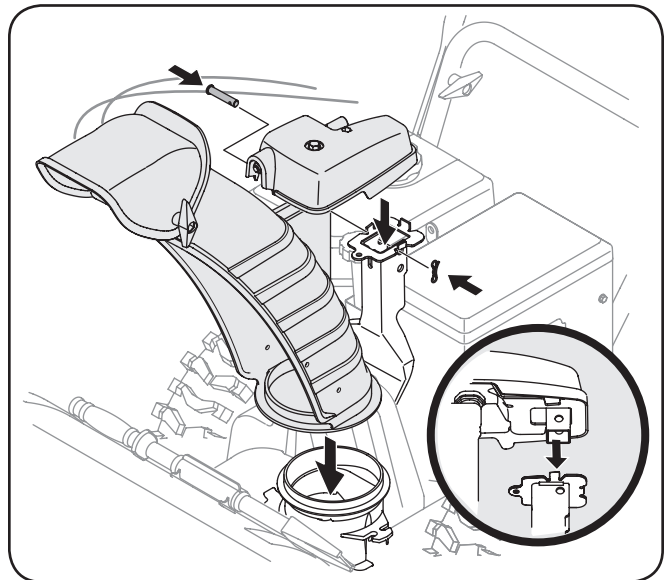

Figura 3-15
- Coloque el conjunto del canal inclinado en base del ducto y montaje de control del canal seguro a chufe abrazadera de soporte con pasador de horquilla y chaveta retirados anteriormente. Vea la Figura 3-15.